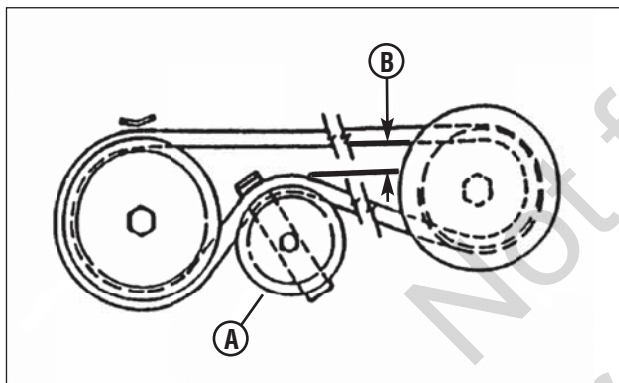

Figura 36: Medindo o espaçamento da correia
3. Coloque a alavanca de altura do corte da plataforma na terceira posição (entalhe do meio). Meça o espaçamento da correia (B, Figura 36) entre a polia livre (A) e a correia. A distância deve ser de 1-1/4" mas não menor que 1".